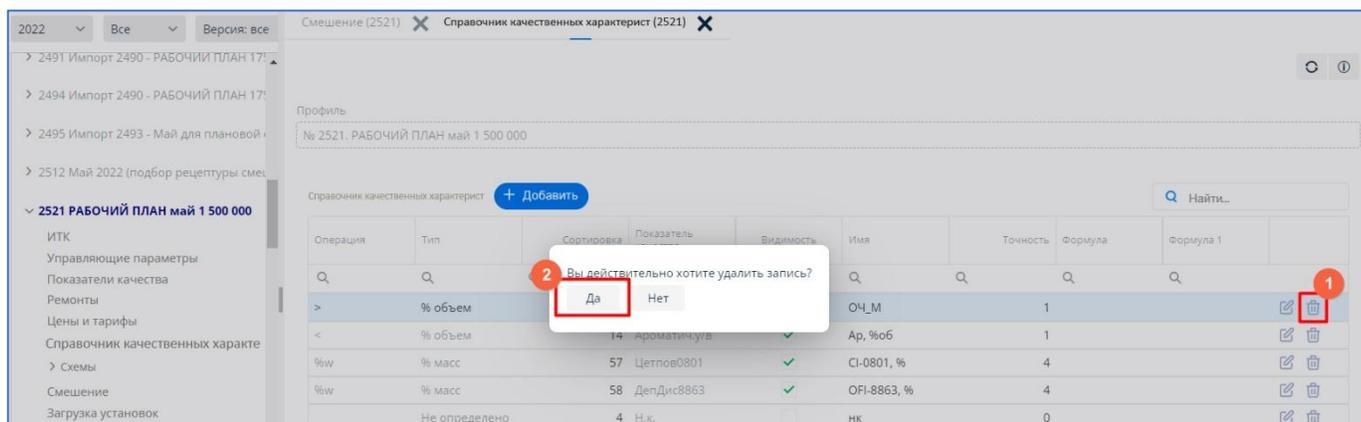

рис. 8.7. Удаление записи
- нажать  (см. рис. 8.7. [1]);
- нажать **Да** (см. рис. 8.7. [2]), если этот показатель качества необходимо удалить, нажать **Нет**, если удаление не нужно.